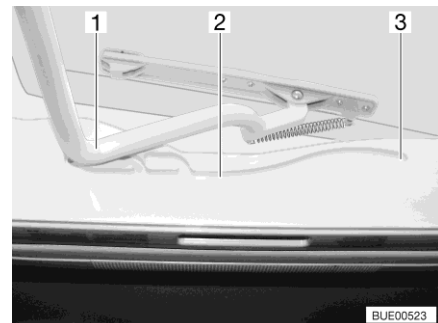

Bild 29 Spår (Heki-taklucka)
- Dra in bygel (Bild 29,1) i spåren (Bild 29,2) till den bakersta positionen (Bild 29,3).
- Tryck bygel (Bild 29,1) lätt uppåt med båda händerna.
- Drag bygel till önskad position i spåret (Bild 29,2).